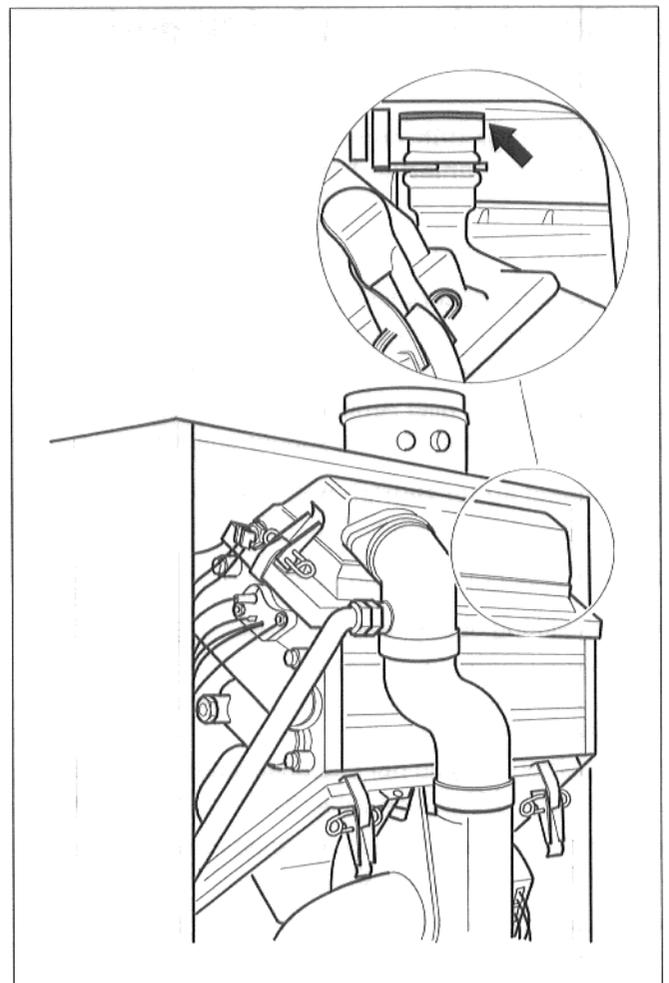

Abb. 39 Verschlussstopfen Kondenswasserbypaß
- Sichtprüfung ob die Dichtkappe (weiß) auf dem Kondenswasserbypaß vorhanden ist (Abb. 39).